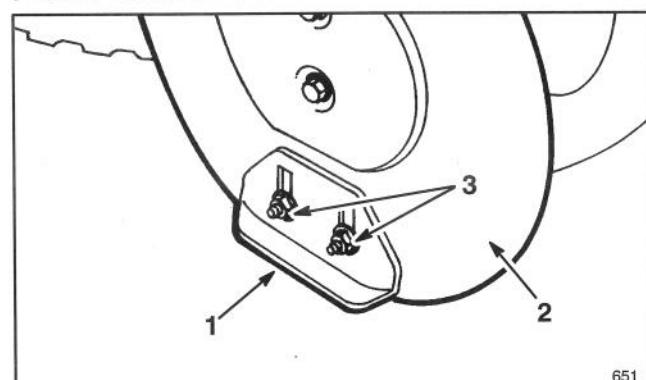

Figure 17
3. Disposez la déneigeuse sur une surface plane et de niveau. Desserrez ensuite les quatre écrous à collerette (Fig. 17) fixant les deux patins aux plaques latérales du logement de tarière. Les patins doivent pouvoir coulisser vers le haut et vers le bas.
6. Lorsque la lame râcleuse est réglée correctement et soutenue au-dessus de la surface du sol descendez les patins jusqu'à ce qu'ils reposent à plat sur le sol et serrez les (4) écrous à collette maintenant les patins aux panneaux latéraux de la tarière (Fig. 17). Les patins maintiennent alors les lames de la tarière et la lame râcleuse au-dessus du sol.
2. Desserrez les (4) écrous à collette fixant les patins aux panneaux latéraux de la tarière (Fig. 17). Ensuite, descendez les patins le plus bas possible de manière à ce que la tarière soit maintenue aussi loin que leur réglage le permet et serrez les écrous à collette.